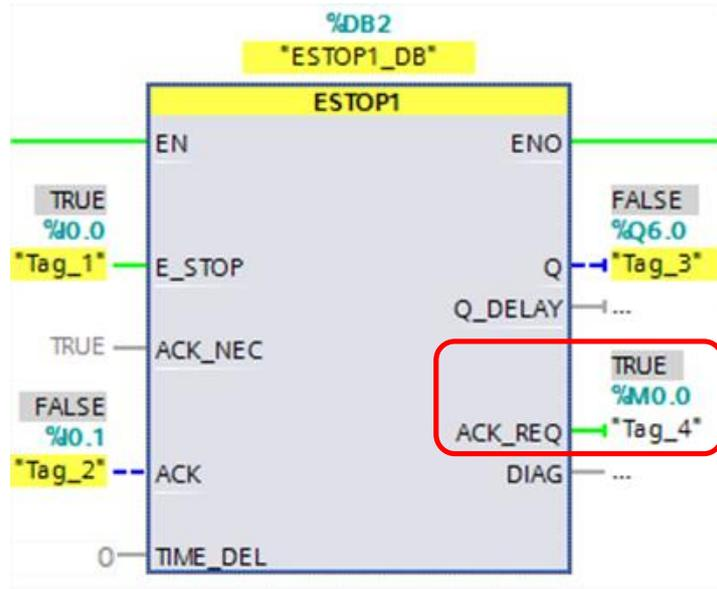

图 4-5 程序块请求去钝
- 3) 当 M0.6 上升沿触发后，去钝完成，模块恢复正常，但急停程序块还需要进行软件复位，此时 ESTOP1 的输出管脚 ACK\_REQ 为 1，表示程序块请求去钝化，如图 4-5 所示。